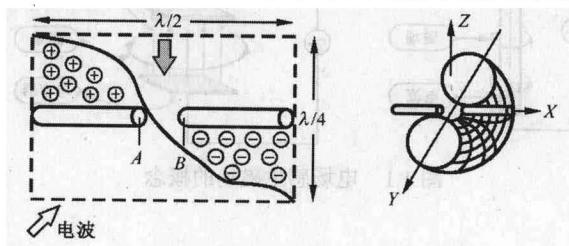

图1.4 半波长偶极子天线的示意图
(1) 偶极子天线。天空中传输的电波遇到导体就会在导体上感应出电流，这个导体被称为接收天线。天线导体的尺寸与接收电波的频率有很大的关系，也就是说天线的尺寸和方向与接收电波的灵敏度有很大的关系。半波长偶极子天线的示意图如图1.4所示。